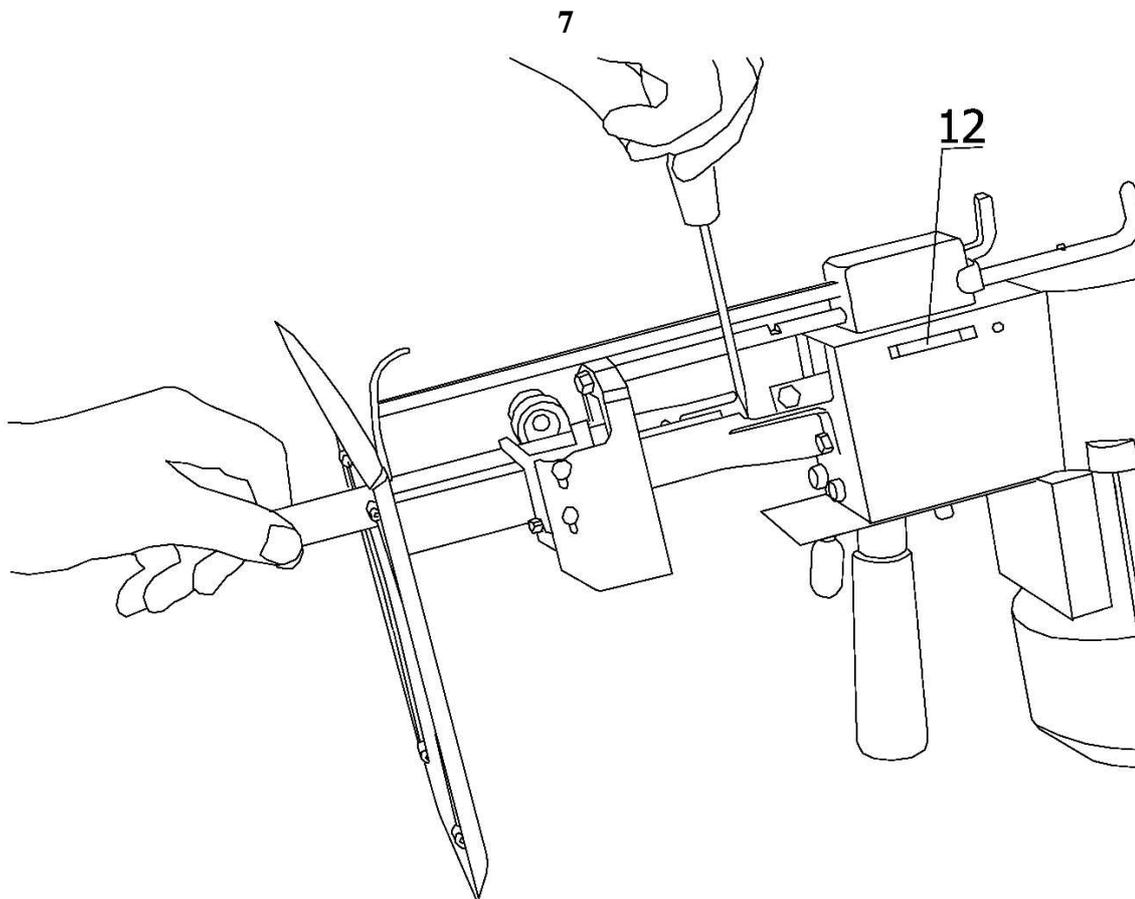

Рис. 5 Демонтаж ножа - этап 2
- после максимального передвижения в положение «0» задвижки (11) опустить заточное устройство настолько, чтобы получить свободный доступ к винту и гайке (17),
- открутить гайку и вытащить винт (17),
- раскройную машину положить горизонтально, резервуаром с маслом (12) (рис.5) вверх,
- отверткой (рис.5) передвинуть нож к стопе так, чтобы можно было его ухватить под стопой, как показано на рис. 5,